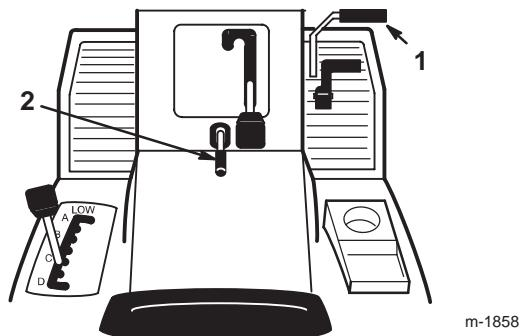

Figure 3
1. Appuyez sur la pédale de frein (Fig. 3) et maintenez-la enfoncée.
2. Relevez le levier de frein de stationnement (Fig. 3) et relâchez progressivement la pédale de frein.
1. Enfoncez la pédale de frein (Fig. 3).